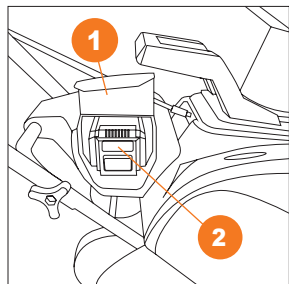

Рис. 12
1. Откройте крышку **1** отсека для аккумулятора (Рис. 12).
2. Установите аккумулятор **2** на место. Убедитесь в правильном расположении аккумулятора и соединении контактов (Рис. 12).